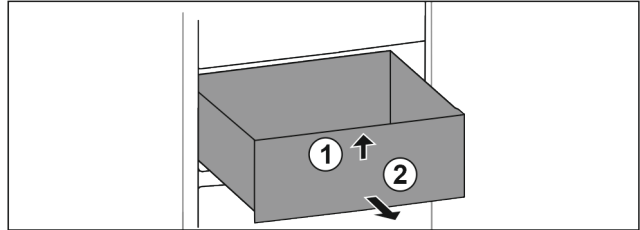

Fig. 26
- ▶ Soulever la partie avant du tiroir. Fig. 26 (1).
- ▶ Retirer le tiroir par l'avant. Fig. 26 (2)